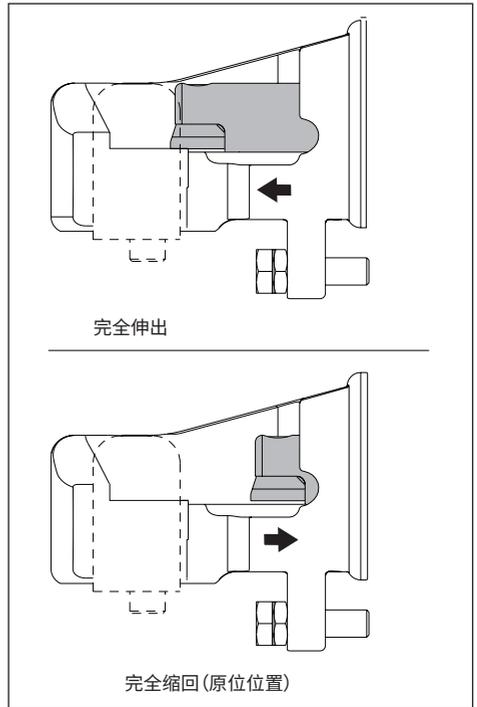

图 8, 柱塞位置 (从上方看)
在切割头内放置任何材料前,务必确保柱塞和移动刀片处于完全缩回的“原位”位置。参见图 8。
2. 确保柱塞处于“原位”(完全缩回)位置。参见图 8。